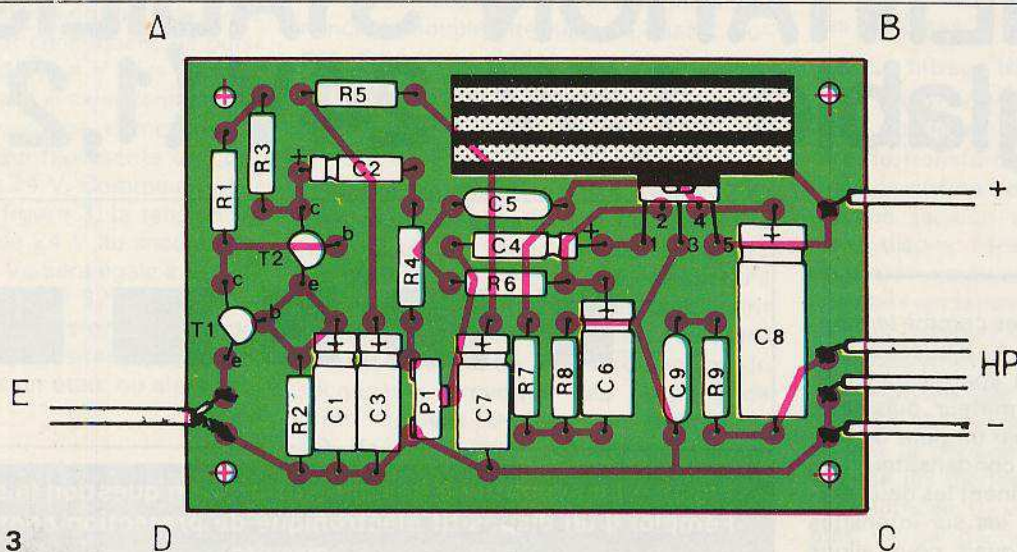

Fig. 3
Sur l'implantation des éléments de la **figure 3** vous constaterez d'une part qu'une place importante a été réservée au refroidisseur dont doit être obligatoirement muni le circuit intégré, et que, d'autre part, par rapport aux photographies de présentation, le condensateur C_1 et la résistance R_2 disposés en parallèle ont été permutés par souci d'encombrement.
a) Le transformateur (fig. 3) est encombrant et c'est de loin le composant le plus cher ; nous voulons en sortie du montage une tension continue de 24 V sous 1,2 A max, par conséquent, sa puissance maxi sera de $P = V \cdot I = 24 \cdot 1,2$ soit de 28,8 VA, mais avec la consommation propre du montage comptons au moins 36 VA, ce qui représente un courant de 1,5 A sous 24 V. Comme on peut le remarquer à la figure 3, la tension V_E (V efficace) étant de 24 V au secondaire, la tension de crête V_M sera égale à $V_E \cdot \sqrt{2}$ soit $V_M = 14 \cdot 1,414 = 32,9$ V. Si à la mise sous tension le transformateur bourdonne, il ne faut pas hésiter de resserrer ses tôles, soit dans un étau, ou alors resserrer ses tiges.